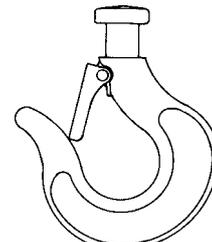

Abb. 8
- Das Entfernen der Sicherheitsbügel von Trag- und Lashaken ist unzulässig (Abb. 8).